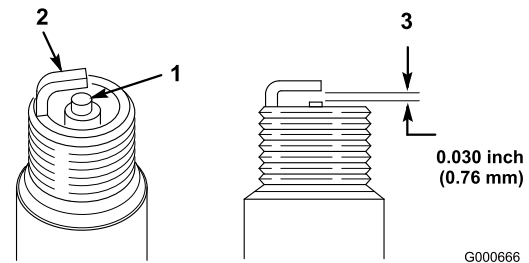

Bild 28
2. Prüfen Sie den Abstand zwischen der mittleren und der seitlichen Elektrode (Bild 28) und biegen Sie die seitliche Elektrode, wenn der Abstand falsch ist.
1. Sehen Sie sich die Mitte der Zündkerze an (Bild 28). Wenn der Kerzenstein hellbraun oder grau ist, ist der Motor richtig eingestellt. Eine schwarze Schicht